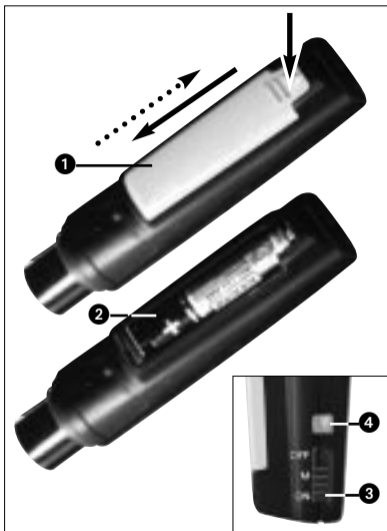

Fig. 2 : Mise en place de la pile
#### 3.1 Mise en place/remplacement et essai de la pile (voir Fig. 2)
4. Mettez la pile fournie ou la nouvelle pile (2) dans le compartiment comme indiqué à la Fig. 2.
5. Faites occuper au curseur ON/MUTE/OFF (3) la